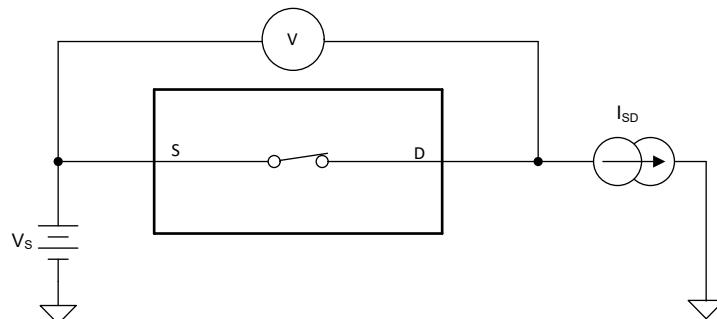

図 7-1. オン抵抗測定時の構成
デバイスのオン抵抗は、デバイスのソース・ピン (Sx) とドレイン・ピン (Dx) の間の抵抗値 (Ω) です。オン抵抗は、入力電圧と電源電圧によって変化します。オン抵抗は、記号 R_{ON} を使用して示されます。図 7-1 に、 R_{ON} の測定に使用する測定構成を示します。この構成を使用して電圧 (V) と電流 (I_{SD}) を測定し、 R_{ON} は $R_{ON} = V / I_{SD}$ で計算します。